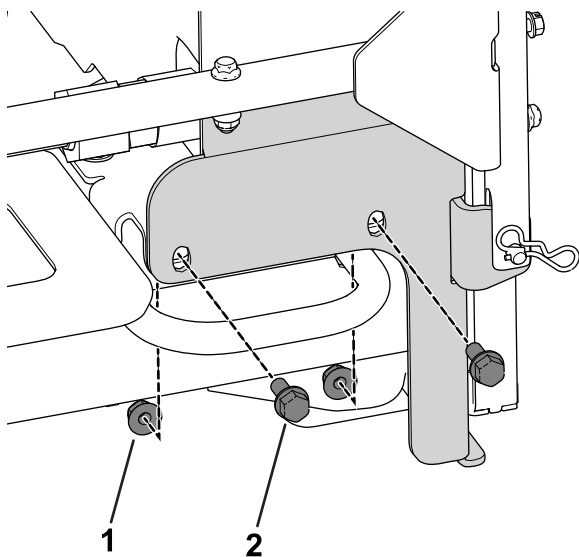

Figura 7
A. Retire las fijaciones existentes de ambos lados del bastidor del radiador, cerca del larguero del bastidor de la máquina (Figura 7).